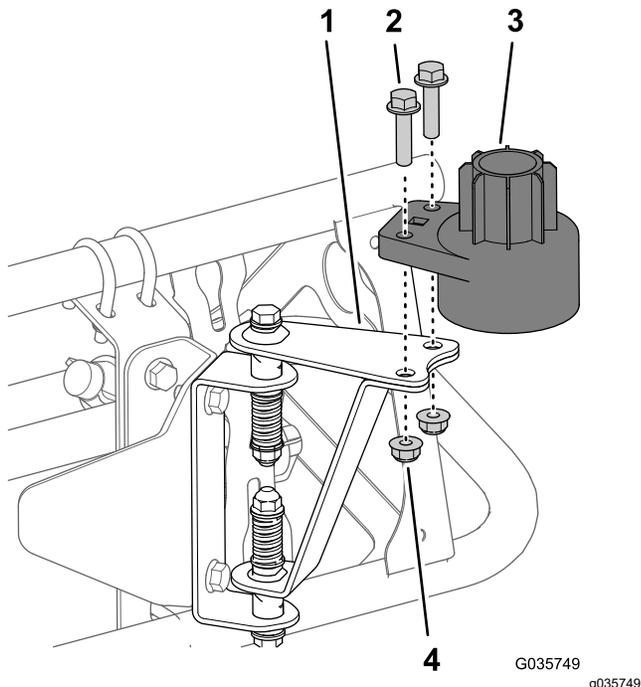

Figure 19
1. Fixez le logement de capteur inférieur sur les éléments de montage du capteur (Figure 19) à l'aide de 2 boulons (5/16" x 1 1/4") et de 2 contre-écrous (5/16").